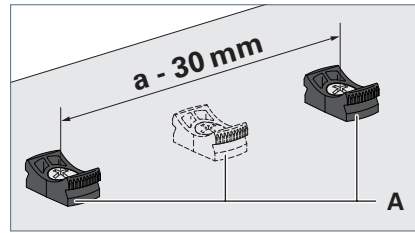

Fig. 1: Befestigungselemente montieren.
- ▶ Montieren Sie die Befestigungselemente **A** parallel zueinander mit geeigneten Schrauben an die Montagefläche, siehe Fig. 1.